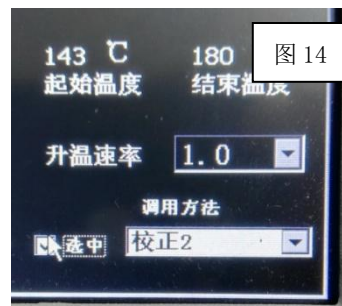

图 14
3. 勾选旁边的“选中”选项。启用选择的校正参数（如图 14）。此时，测量界面上的相关参数，如“起始温度”，“升温速率”等会自动变成调用的方法中预设的参数。